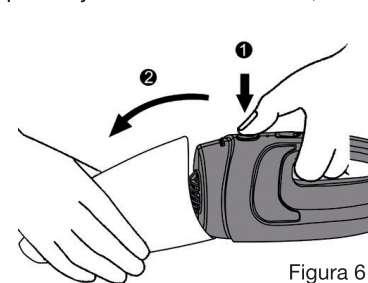

Figura 6
1. Pulse el botón de apertura del depósito para separarlo del bloque del motor (figura 6).